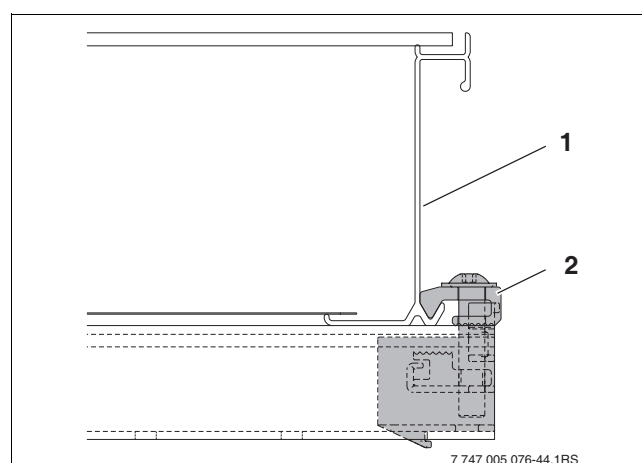

Fig. 60 Sujeción de captador sencilla atornillada
- Deslizar el captador (Fig. 60, (1)) con cuidado en la sujeción de captador sencilla y alinearlos horizontalmente.
- Atornillar la sujeción de captador sencilla con la llave SW5. El sujetador (Fig. 60, (2)) de la sujeción del captador agarra ahora el canto inferior del captador.